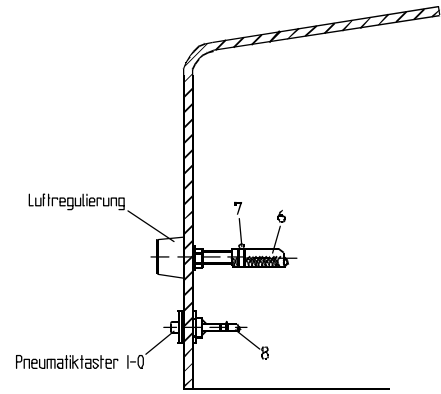

Bild 2
8. Gewebeschauch (6) \varnothing 14 mm, für Luftperlbad, auf die Tülle der Luftregulierung aufstecken und mit Klemme (7) befestigen (siehe Bild 2). Der Anschluß befindet sich in der Abdeckhaube.
9. Kunststoffschlauch (8) \varnothing 9 mm vom Pneumatiktester auf die Tülle des Druckwandlers am Schaltkasten aufstecken.
Beim Aufsetzen der Haube darauf achten, daß diese sauber über dem Positionsschalter einrastet (siehe Bild 2). Die Haube dann an der Grundplatte befestigen, erst dann ist der Stromkreis geschlossen, wenn der Positionsschalter gedrückt ist.
1. Das Ein- und Ausschalten der Anlage wird durch Druck auf den in der Haube eingebauten Pneumatiktaster vorgenommen (Bild 2). Der Taster kann vom Becken aus betätigt werden.
2. Die Luftregulierung ermöglicht es, über die Düse Luft anzusaugen um so einen Perlbadeffekt zu erreichen. Die Luftmenge ist vom Becken aus einstellbar (Bild 2).